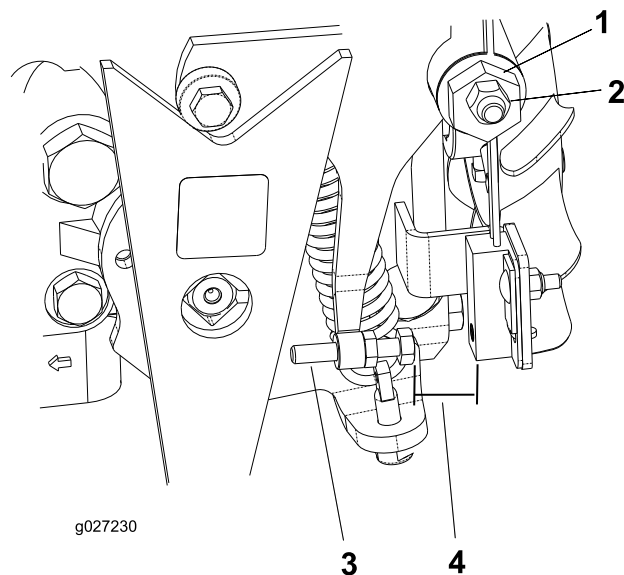

Рисунок 36
4. Ослабьте контргайку на кулачке регулировки тяги (Рисунок 36).
5. Запустите двигатель и поверните шестигранник кулачка (Рисунок 36) в обоих направлениях, чтобы определить среднюю точку хода педали в нейтральном положении.
3. Регулируйте винт до тех пор, пока зазор не составит от 0,8 до 2,3 мм; см. Рисунок 36.